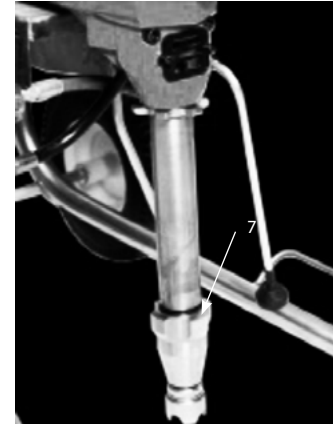

Рис. 8
6. Поместите насос «7» (Рис. 8) в заземленную металлическую